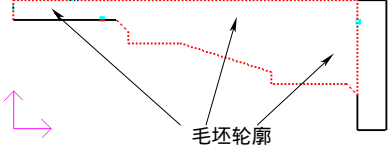

图 4-33 拾取毛坯轮廓
- 系统接着提示用户拾取毛坯轮廓，仍然以“限制链拾取”方式依次选取如图 4-33 所示线段。